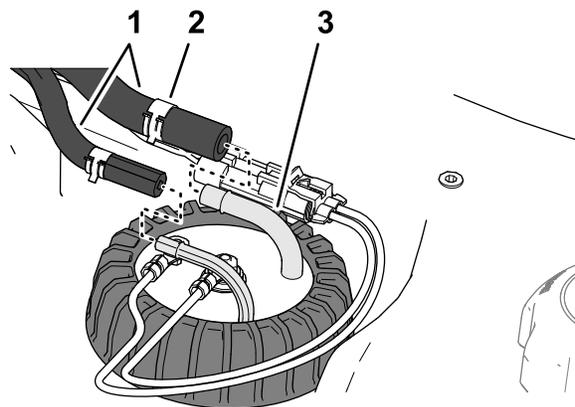

Figura 124
4. Spostate i serratubi che fissano i flessibili ai raccordi del trasmettitore di livello carburante entro bordo e rimuovete i flessibili dai raccordi (Figura 124).